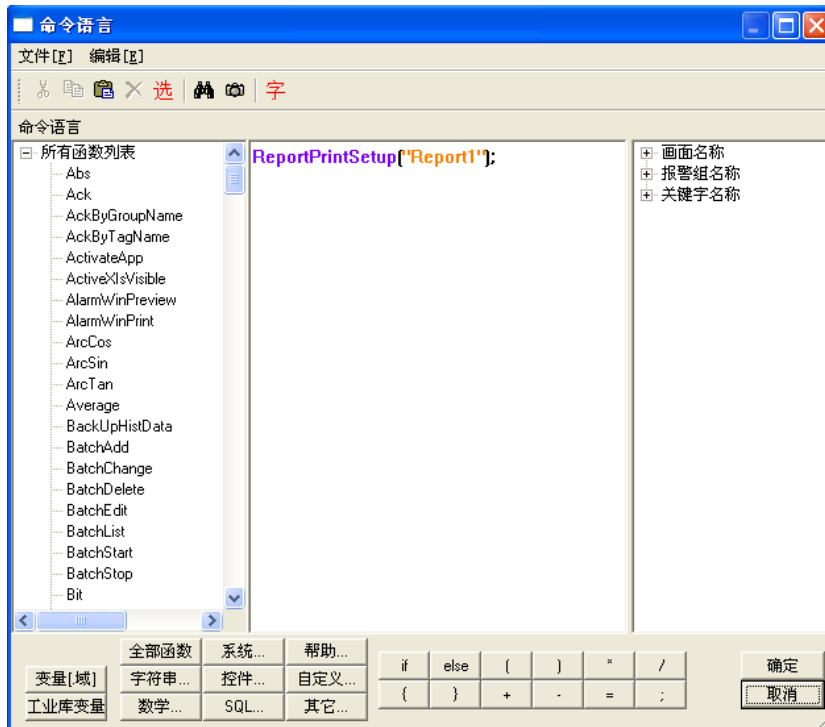

图 8-11
- 2、在按钮的弹起事件中输入如下命令语言，如图 8-11 所示。